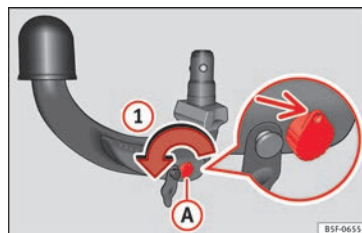

Fig. 233 Paso 1
- Gire la llave en el sentido de la flecha ① hasta que la parte agujereada de la llave llegue a su posición superior » fig. 233 (flecha).